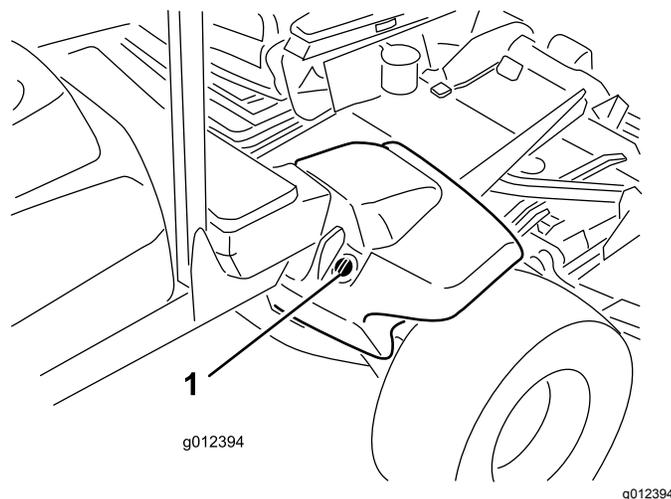

Рисунок 21
2. Очистите зону вокруг заливной горловины и крышки гидравлического бака (**Рисунок 21**). Снимите крышку с заливной горловины.